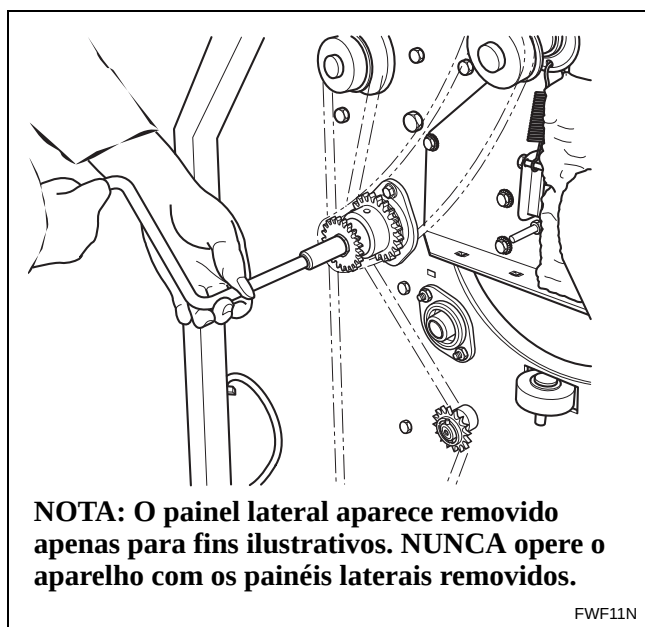

Figura 21
2. Gire a manivela no sentido dos ponteiros do relógio para rodar o cilindro. Consulte a *Figura 21*.